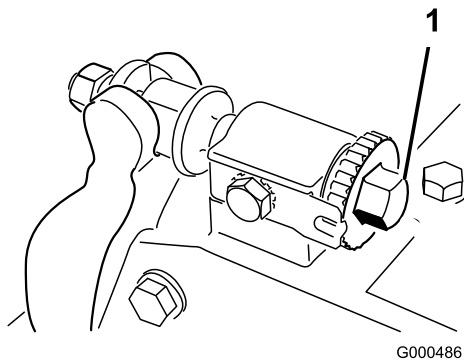

Figura 10
1. Coloque la máquina en una superficie de trabajo plana y nivelada. Asegúrese de eliminar el contacto con el molinete girando los tornillos de ajuste de la barra de asiento en el sentido contrario a las agujas del reloj (Figura 10).